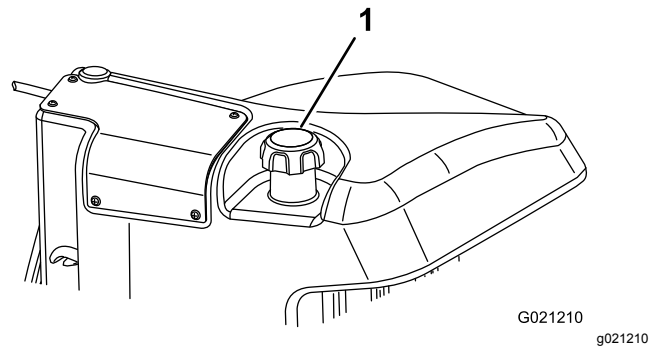

Bild 27
3. Nehmen Sie den Deckel vom Kraftstofftank ab (Bild 27).